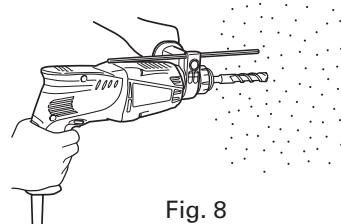

Fig. 8
(1) Montar la broca.
- (2) Presionar el interruptor de gatillo después de poner la punta de la broca en la posición para taladrar. (Fig. 8)
Cuando la broca toque una barra de hierro de construcción se detendrá inmediatamente y el martillo perforador tenderá a girar. Por lo tanto, sujetar el mango lateral y sostenerlo firmemente como se ilustra en la Fig. 8.